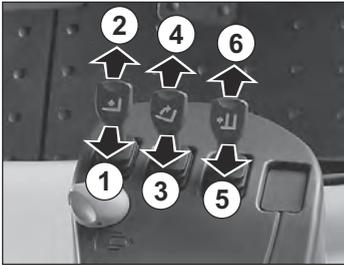

Fig. 40 Minilevers
- Minilevers (estándar, véase la fig. 40)